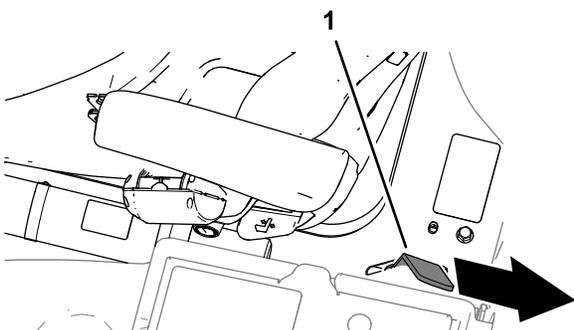

Figura 46
3. Desça completamente a plataforma e mova o manípulo de fecho em direção à traseira da máquina até que o fecho da plataforma engate completamente na barra de bloqueio (Figura 46).